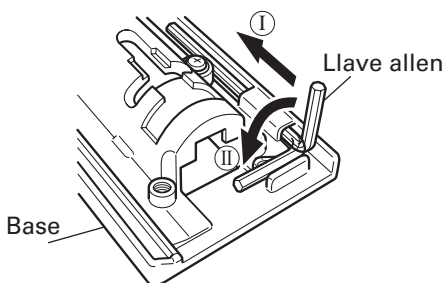

Fig. 18
- Es posible alojar la llave allen en la base (consulte la Fig. 18).